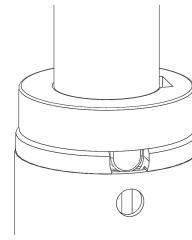

図 23 – 点滴ポールを固定する
2. 点滴ポールを回転させて付属スリーブに固定します (図 23)。